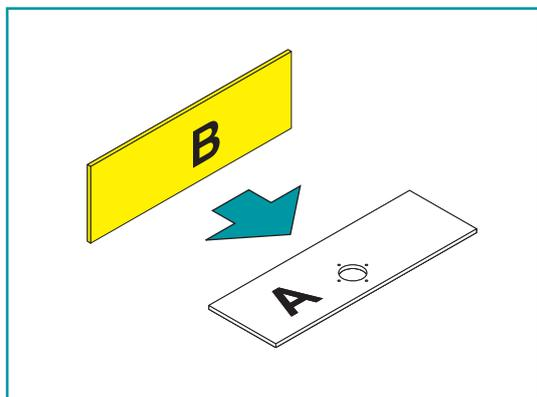

figura 12
2.3.1 Monte el panel B al panel A. (figura 12)